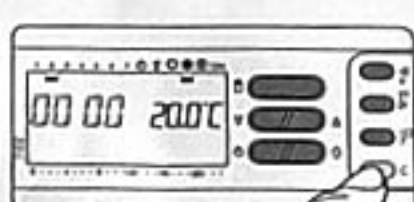

Fig. 62
**11.1** - Per controllare il dato portare l'apparecchio in modo **MANUALE** mediante il pulsante **C** (fig. 61) aprire lo sportello dell'apparecchio e quindi premere il pulsante **C** (fig. 62).